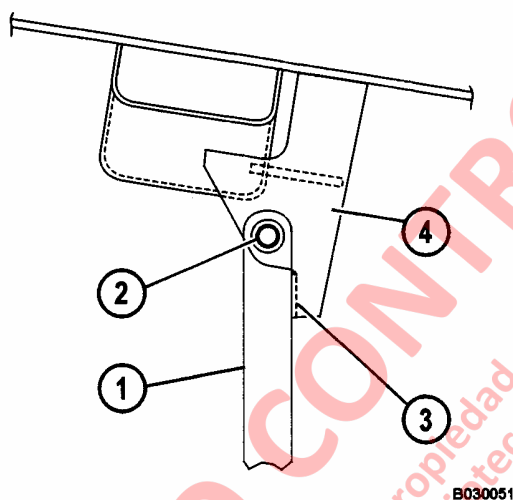
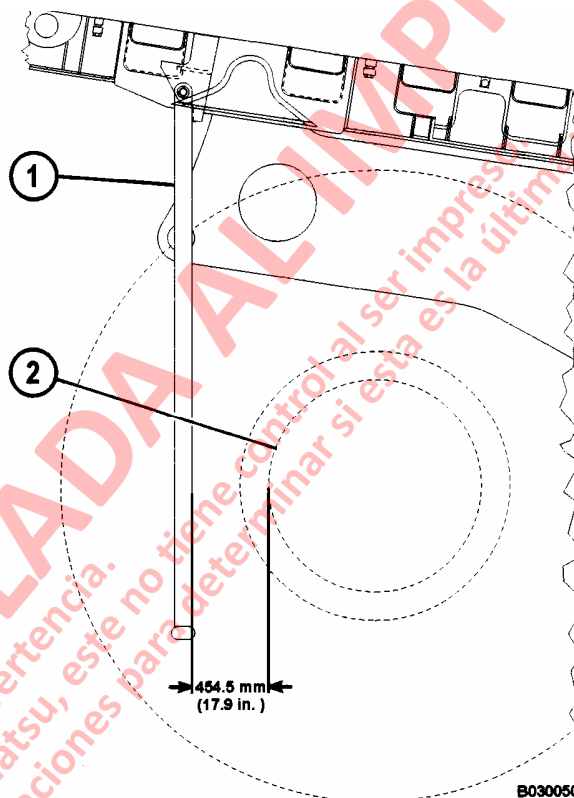

FIGURA 3-7. SOPORTE DE MONTAJE DEL EYECTOR DE ROCAS
FIGURA 3-8. MONTAJE DEL EYECTOR DE ROCAS
2. Con el camión estacionado en una superficie nivelada, la estructura del brazo debe ser de aproximadamente 454.5 mm (17.9 in.) de la caja de la rueda (2). Consulte la Figura 3-8.
NOTA: Con el brazo del eyector de roca (1, Figura 3-7) colgando en forma vertical como se muestra en la Figura 3-8, no debe haber espacio en el bloque de detención (3, Figura 3-7).
3. Si el brazo del eyector de rocas (1) se dobla, se debe sacar y enderezar.
4. Inspeccione los soportes de montaje (4, Figura 3-7), los pasadores (2) y los topes (3) en cada cambio de turno por si hay desgaste y/o daños. Repare si fuese necesario.